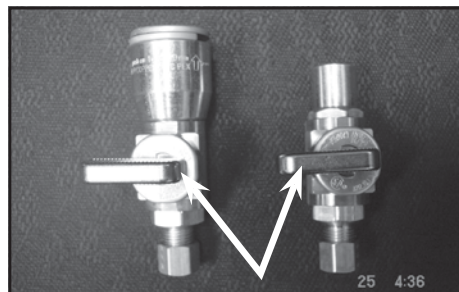

Fig. 1B (válvula cerrada)
4. **PLOMERÍA DE COBRE:** Usando papel de lija, limpiar los dos extremos de los tubos de cobre y aplique fundente a "todas" las superficies a soldar incluyendo el interior de la "T". Siga las instrucciones de instalación del fabricante provistas con el  $\frac{1}{2}$ " x  $\frac{1}{4}$ " soldadura masculina" OD Válvula de cierre con compresión de montaje (B).
5. **PLOMERÍA CON TUBO FLEXIBLE:** Siga las instrucciones de instalación que suministra el fabricante con el " $\frac{1}{2}$ " x  $\frac{1}{2}$ " x  $\frac{1}{2}$ " Quick-Grip T (D) y  $\frac{1}{2}$ " Quick-Grip x  $\frac{1}{4}$ " OD de Válvula de cierre con compresión de montaje (E).
6. Cierre la válvula nueva instalada (ver fig. 1A y fig. 1B) y poco a poco vuelva a abrir el tubo de agua fría y compruebe que no haya fugas. Si se detectan fugas, cierre inmediatamente el suministro de agua y repare cualquier / todas las fugas. Si no se detectan fugas, siga al paso 7.